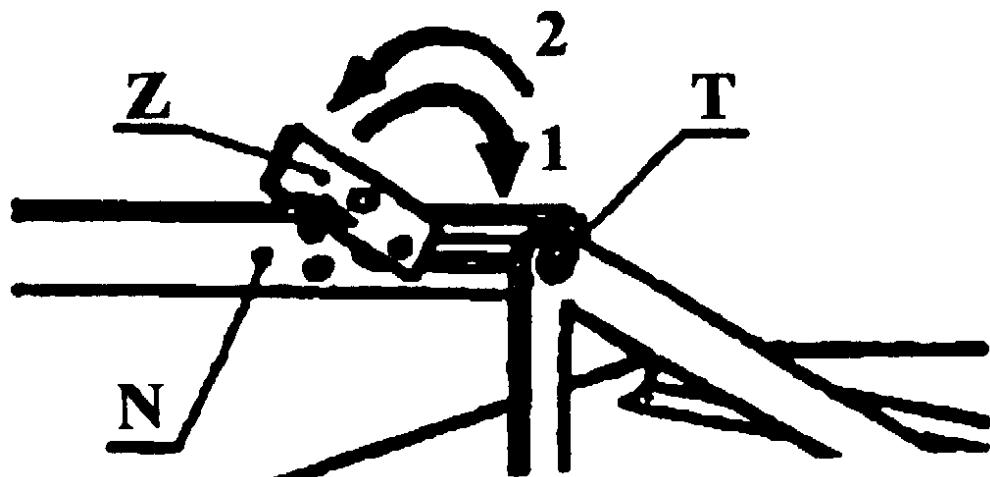

Рис. 11. Установка собачки „Z” в транспортное положение
- 3) повернуть собачку „Z” (Рис. 11) вниз, в положение, блокирующее перемещение штифта „Т” в отверстии тяги „N”,
- 3) повернуть собачку „З” (Рис. 11) вверх, в положение, обеспечивающее перемещение штифта „Т” в продолговатом отверстии тяги „Н” (копирование территории),